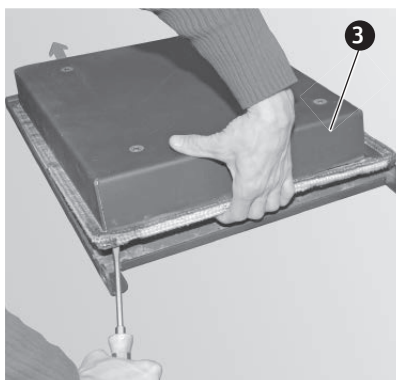

Fig. 31 Togliere l'intero pannello e riavvitarlo ruotato di 180°
- ▶ Nello sportello di riempimento allentare le quattro viti del pannello e togliere l'intero pannello (Fig. 31), ruotarlo di 180° e riavvitarlo con le viti di fissaggio.